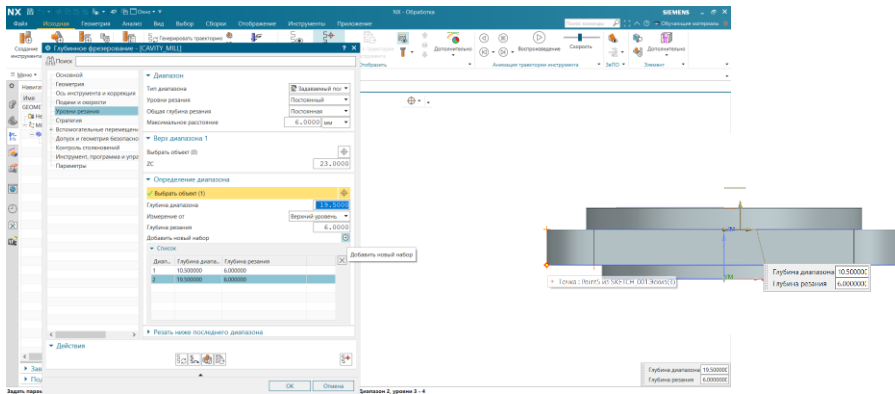

Рисунок 1.20 – Траекторія обробки діапазону заданого користувачем
12) Перемкніть тип діапазону на «Заданный пользователем» (рис. 1.20), «уровни резания» на «постоянный», виконаєте команду Додати новий набір (2), вкажіть точку в графічній області (3). Буде створено новий діапазон.